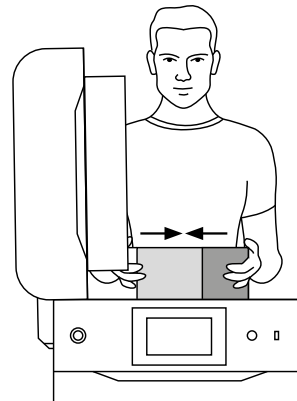

Abb. 8.4 Schließen der IO BOX.
9. Schließe die IO BOX (Abb. 8.4).